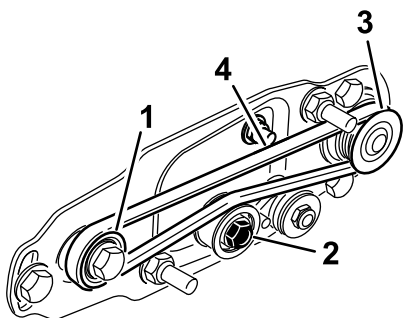

図 16
- 受動プーリにベルトを回しかけ、次にアイドルプーリに上からベルトを掛ける 図 16。
- 駆動プーリを回してベルトを回転させる 図 16。